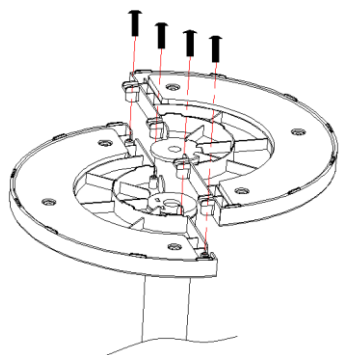

Fig. 1
1. Unire le due metà della base allineando la scanalatura e la sporgenza. Fissarle saldamente con le quattro viti fornite (Fig. 1).